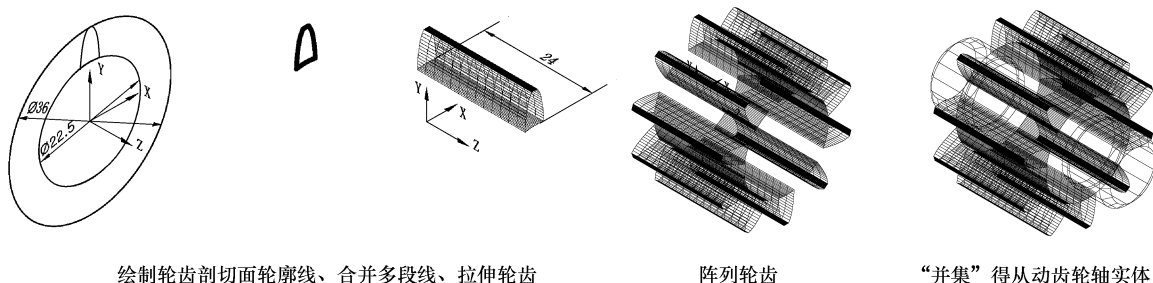

图 13-27 绘制从动齿轮轴
Step 9 合并从动齿轮轴: 齿轮轴毛坯与齿轮轮齿求“并集”, 得从动齿轮轴实体。绘制从动齿轮轴, 如图 13-27 所示。